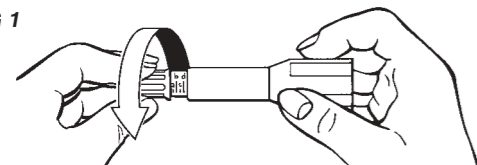

FIG 2
2. Refer to Table 1 – note the depth adjustment scale mark for your particular syringe and screw the depth adjuster in (or out) until this scale mark is in line with the end of the syringe housing (**Fig 2**). This sets the depth of needle penetration to 6mm.
2. Se référer au Tableau 1. Veuillez noter la graduation de l'adaptateur de profondeur pour votre type de seringue, puis visser ou dévisser l'adaptateur de profondeur jusqu'à ce que cette graduation soit alignée avec l'extrémité du porte seringue (**Fig 2**). Ceci règle la profondeur de pénétration de l'aiguille à 6mm.
2. Consulte la Tabla 1 – Anote la marca de la escala del ajuste de profundidad de su jeringa particular y enrosque (o desenrosque) el ajustador de profundidad hasta que esta marca de la escala esté alineada con el extremo de la carcasa de la jeringa (**Fig 2**). Esto establece la profundidad de penetración de la aguja en 6mm.